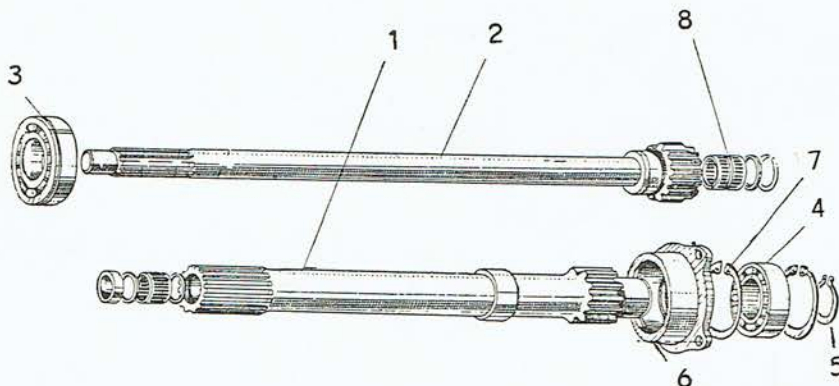
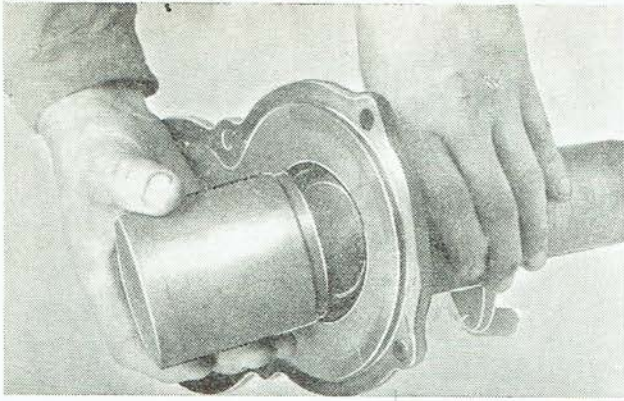
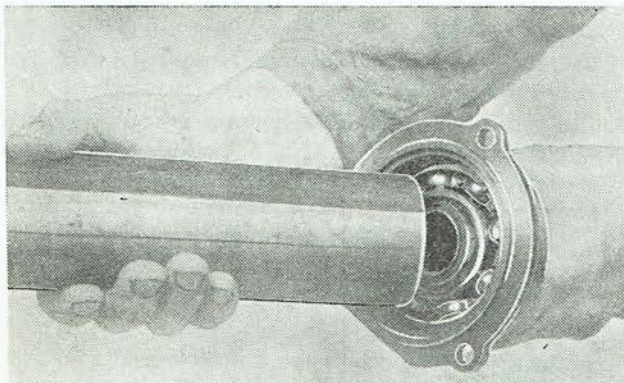

Abb. 114
Abb. 115
Abb. 116
5. Drei Imbusschrauben M 8×20 sind mit einem Steckschlüssel aus dem oberen Deckel der Getriebegehäuse-Innenwand auszuschrauben und die Hohlwelle (Abb. 114/1) ist abzuziehen.
6. Die Kupplungswelle (Abb. 114/2) ist samt Lager 6209 N (6208 N, 6210 N — Abb. 114/3) aus dem Getriebegehäuse herauszustossen.
Anmerkung: Falls es notwendig ist aus der Kuppelungshohlwelle das Lager 6208 (6207, 6208 — Abb. 114/4) auszubauen, ist der Sicherungsring (Abb. 114/5) auf der Welle abzunehmen und der obere Deckel (Abb. 114/6) ist mit dem Lager herauszupressen. Aus dem oberen Deckel ist der Sicherungsring (Abb. 114/7) abzunehmen und das Lager 6208 (6207, 6208 — Abb. 114/4) herauszuschlagen. Beim Austausch der Wellensicherung Gufero im vorderen Deckel ist ein Aufschläger (Abb. 115) zu benützen und das Lager 6208 im oberen Deckel wird ebenfalls mit einem Aufschläger (Abb. 116) aufgestossen.
Anmerkung: Die Nadellager (Abb. 114/8) sind im Käfig gesichert, es ist jedoch darauf zu achten, dass keine Nadel herausfällt.